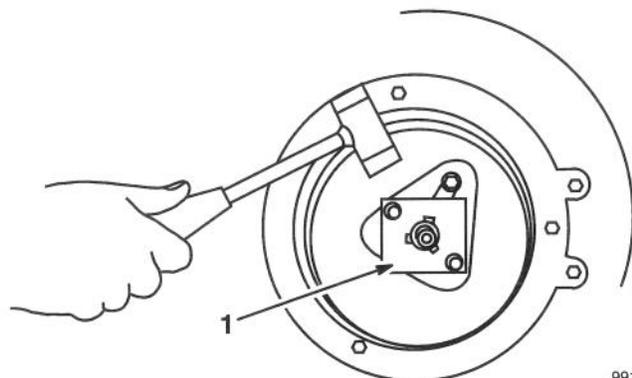

Figure 32
3. Retirer la plaque d'entraînement de lame en la frappant avec un maillet en plastique ou en fibre dans le sens de la rotation (Fig. 32) pour la dégager du chanfrein du vilebrequin.